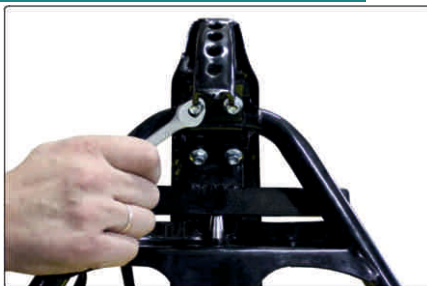

Рис.2
- Ослабьте четыре болта крепления руля к стойке (рис.2).
- Затяните четыре болта крепления руля к стойке (рис.2).